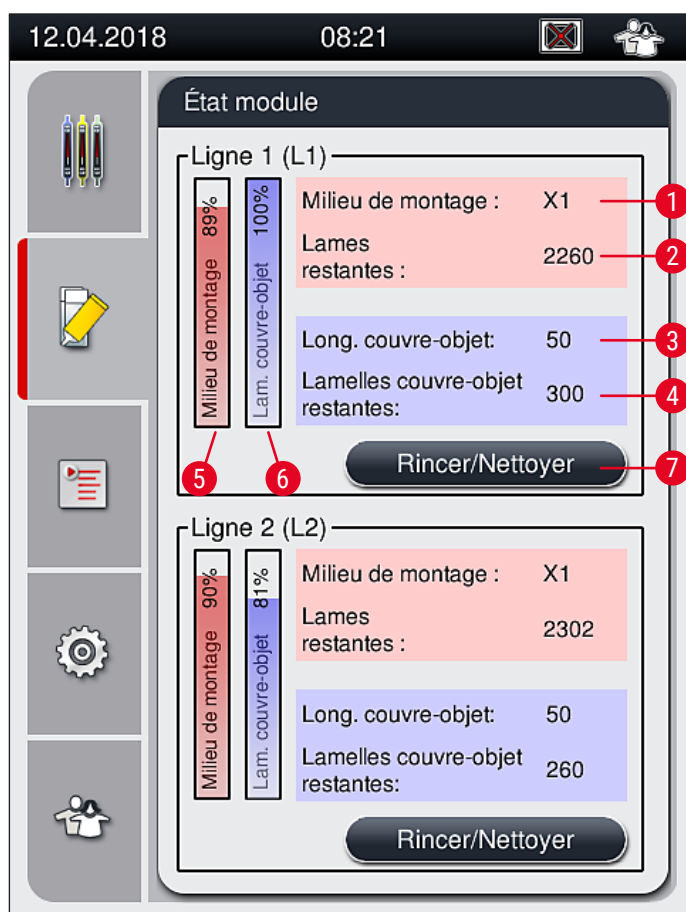

Fig. 49
- Le menu **État module** (→ Fig. 49) de l'HistoCore SPECTRA CV fournit à l'utilisateur une vue d'ensemble des consommables utilisés (milieux de montage (→ Fig. 49-1) et lamelles couvre-objet (→ Fig. 49-3)), de leurs niveaux de remplissage actuels (→ Fig. 49-5) (→ Fig. 49-6) et des quantités restantes (→ Fig. 49-2) (→ Fig. 49-4), pour les deux lignes de recouvrement des lamelles.